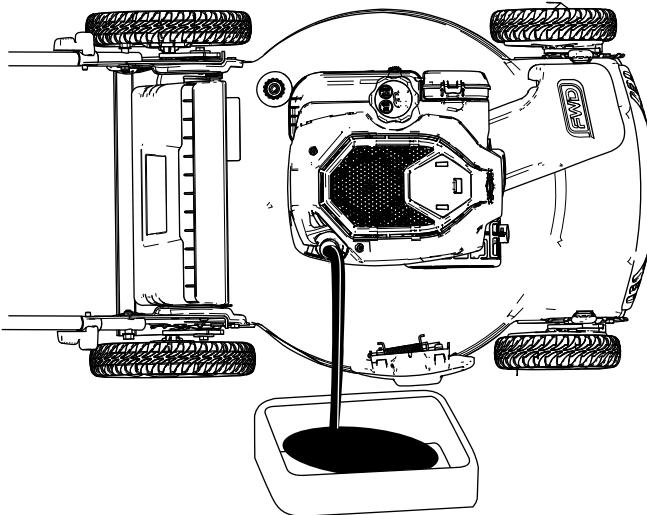

図 23
- エアフィルタが下になるように機体を横に傾けて、エンジンオイル補給口からエンジンオイルを抜く図 23。